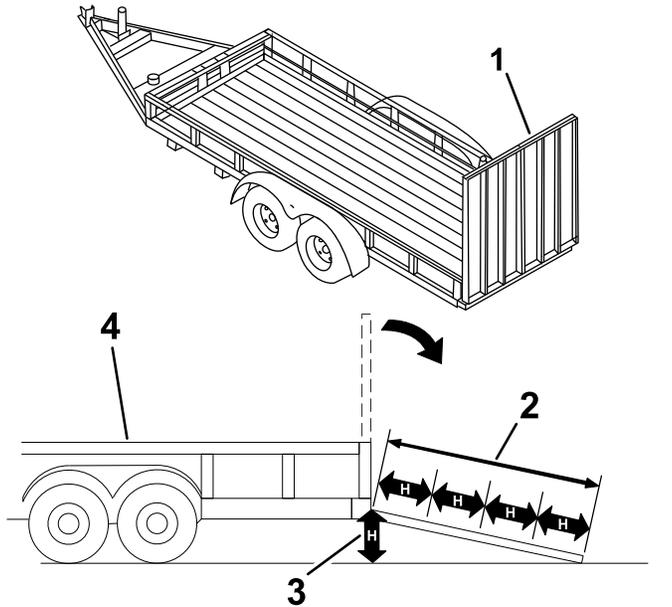

Figura 49
3. Abbassate la rampa, assicurandovi che l'angolazione tra la rampa e il terreno non superi 15 gradi (Figura 49).
1. Abbassate la rampa, assicurandovi che l'angolazione tra la rampa e il terreno non superi 15 gradi (Figura 49).